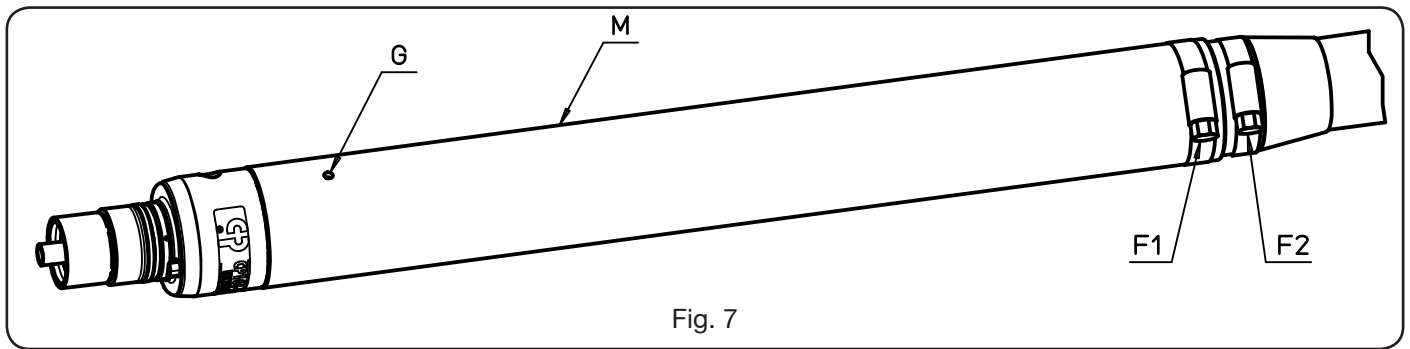

Fig. 7
- Quitar la abrazadera **F1** de Fig. 7 y extraer hacia atrás el revestimiento;
- Quitar la abrazadera **F1** de Fig. 7 y extraer hacia atrás el revestimiento.